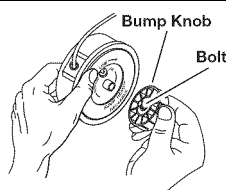

Рис. 14
1. Удерживайте внешнюю часть головки одной рукой, как показано на Рис. 14, открутите ударную кнопку против часовой стрелки. Осмотрите болт во внутренней части ударной кнопки, он должен свободно перемещаться. Замените ударную кнопку, если она повреждена.
1. Удерживая корпус головки одной рукой, открутите ударную кнопку против часовой стрелки. Осмотрите болт во внутренней части ударной кнопки, он должен свободно перемещаться. Замените ударную кнопку, если она повреждена (Рис. 14).